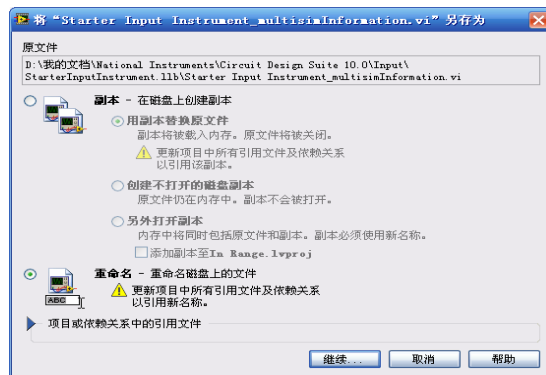
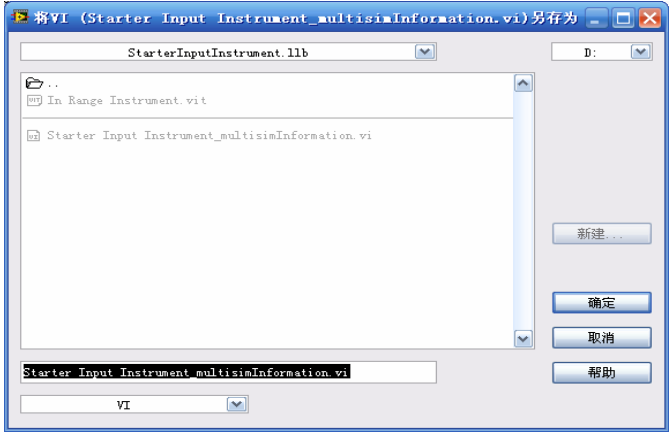

图 6-34 单击“Starter Input multisimInstrument.vt”另存为对话框
图 6-35 重命名为 In Range Instrument_multisimInformation.vi
9) 相应的设置完成后, 在 LabVIEW 软件.vi 前面板中的文件菜单中选择“另存为”命令, 则弹出如图 6-34 所示的“Starter Input multisimInstrument.vt”另存为对话框。
10) 在如图 6-34 所示对话框中选择“重命名”按钮，然后再单击“继续”按钮，则弹出如图 6-35 所示的对话框“将 VI(Starter Input Instrument_multisimInformation.vi)另存为”。在对话框中，对 VI 模板重命名为 In Range Instrument_multisimInformation.vi，单击“确定”按钮。这里需要注意的是在.vi 重命名的名字与上面.vit 命名名字要相一致。